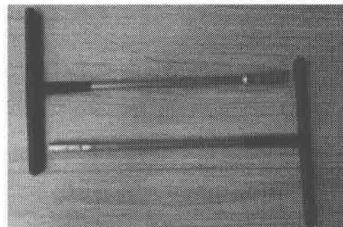

图 1-8 T 字杆
② 使用方法。
③ 使用注意事项。
(3) 套筒扳手，如图 1-8 至图 1-17 所示。